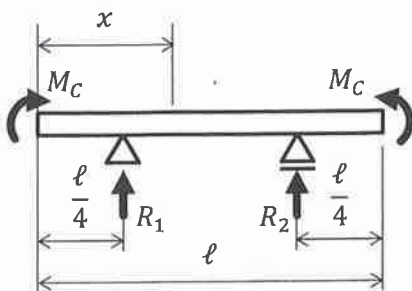
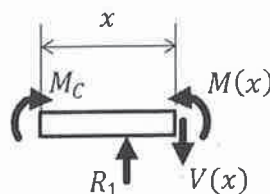

図 2.1：棒材
図 2.2：自由体
図 2.1 に示すように長さ ℓ の棒材が水平に配置され、左端から $\ell/4$ 離れた点が回転支点で、右端から $\ell/4$ 離れた点が移動支点でそれぞれ支持されている。加えて、左端には時計回りの、右端には半時計回りの集中モーメント M_C がそれぞれ作用している。さらに、左端からの水平方向の任意の距離 x を定義し、図 2.2 に示す x の位置に、仮想断面を取った自由体に、生じる断面力を $M(x)$ 、 $V(x)$ と定義する。このとき、以下の問いに答えよ。ただし、棒材は十分に軽く、集中モーメントによって生じる変形は微小で、棒材の曲げ剛性は D とする。
- (1) 回転支点、移動支点に生じる支点反力 R_1 および R_2 を示せ。ただし、それぞれ M_C 、 ℓ のうち必要なものを用いてよい。
- (2) 図 2.2 における曲げモーメント $M(x)$ を、 x 、 M_C 、 ℓ のうち必要なものを用いて示せ。
- (3) 任意の x に対する棒材の下方方向への移動量 $y(x)$ を、 x 、 M_C 、 ℓ 、 D のうち必要なものを用いて示せ。
- (4) $y(x)$ の絶対値が最大となる $x = x_1$ と、その絶対値 $|y(x_1)|$ を、 M_C 、 ℓ 、 D のうち必要なものを用いて示せ。